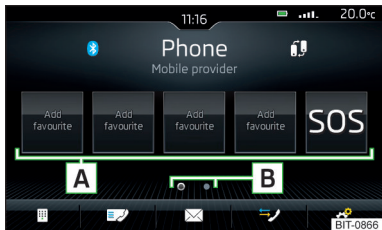
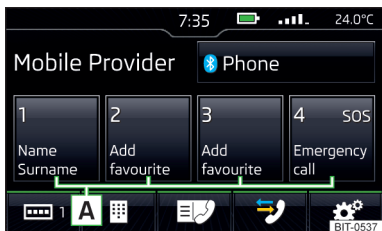

Fig. 167
Fig. 168
- ▶ În meniul principal *Telefon* atingeți scurt suprafața de comandă funcții liberă dorită [A] » fig. 167, respectiv » fig. 168 .
- ▶ Pentru **schimbarea grupei de memorare** atingeți scurt suprafața de comandă funcții [B] » fig. 167, respectiv suprafața de comandă funcții ☞ » fig. 168 și selectați grupa dorită.
- ▶ Pentru **selectare** atingeți suprafața de comandă funcții alocată [A] » fig. 167.
- ▶ În meniul principal *Telefon* atingeți lung suprafața de comandă funcții dorită alocată [A] » fig. 167.